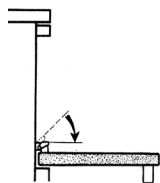

Bild 35
- Die Tür langsam ganz öffnen, Klipps an den Türscharnieren wieder zurückklappen (Bild 35).